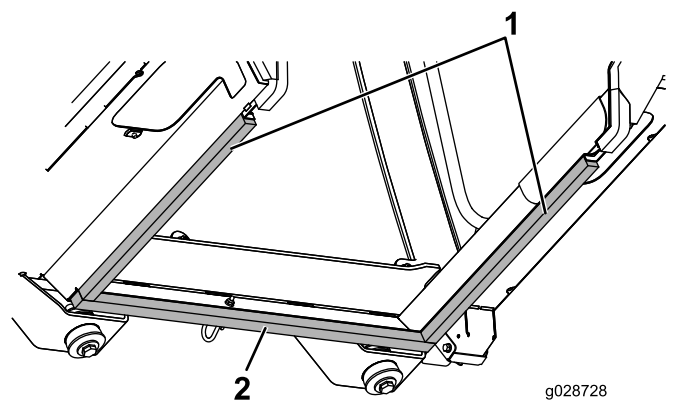

Рисунок 63
6. Расположите на передней панели по центру передний уплотнитель из пеноматериала (Рисунок 63).
7. Прижмите передние кромки боковых передних уплотнительных элементов из пеноматериала в передний уплотнитель из пеноматериала и совместите внутренние кромки уплотнителей из пеноматериала с внутренними кромками уплотнительных панелей рамы кабины (Рисунок 63).